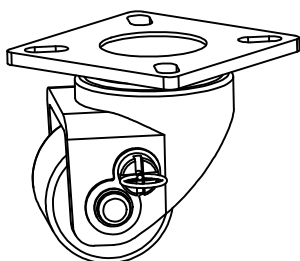

图2
①安装前将脚轮底板旋转45°，避免螺栓于脚轮干涉，如图2所示；